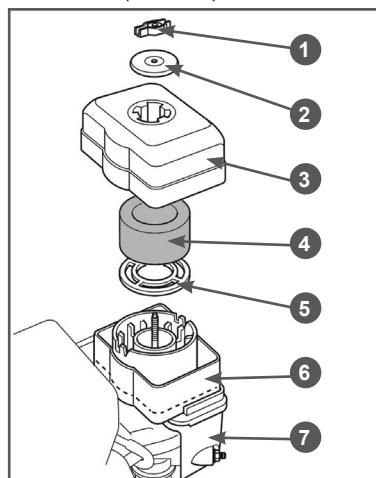
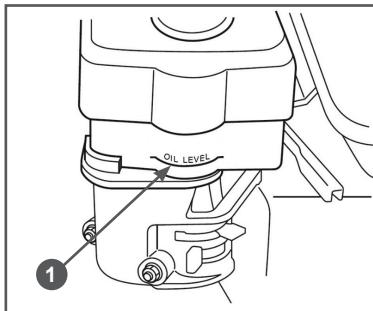

Рис. 20 Подготовка воздушного фильтра
Рис. 21 Уровень масла в масляной ванне воздушного фильтра
1. Открутите барашковую гайку 1, снимите шайбу 2 и крышку 3 воздушного фильтра (Рис. 20).
2. Извлеките из крышки 3 воздушного фильтра поролоновый фильтрующий элемент 4 (Рис. 20).
4. Залейте в масляную ванну 6 (Рис. 20) чистое моторное масло до отметки 1 «OIL LEVEL» на корпусе масляной ванны (Рис. 21).
2. Открутите барашковую гайку 1, снимите шайбу 2 и крышку 3 воздушного фильтра (Рис. 20).
3. Извлеките из крышки 3 воздушного фильтра поролоновый фильтрующий элемент 4 и проверьте его целостность и чистоту (Рис. 20).
5. Проверьте уровень масла в масляной ванне, уровень масла должен быть по отметке «OIL LEVEL» на корпусе масляной ванны (Рис. 21). При необходимости, долейте в масляную ванну чистое моторное масло до требуемого уровня.